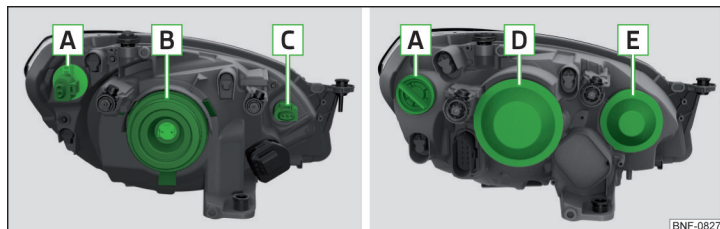

Fig. 171 Faro anteriore: variante 1 / variante 2
Disposizione delle lampadine » fig. 171
- » Girare il portalampada con la lampadina **C** » fig. 171 a pag. 146 fino all'arresto in direzione della freccia **1** » fig. 173.
- › Estrarre il coperchio di protezione **D** o **E** » fig. 171 a pag. 146.
- › Inserire il coperchio di protezione **D** o **E** » fig. 171 a pag. 146.